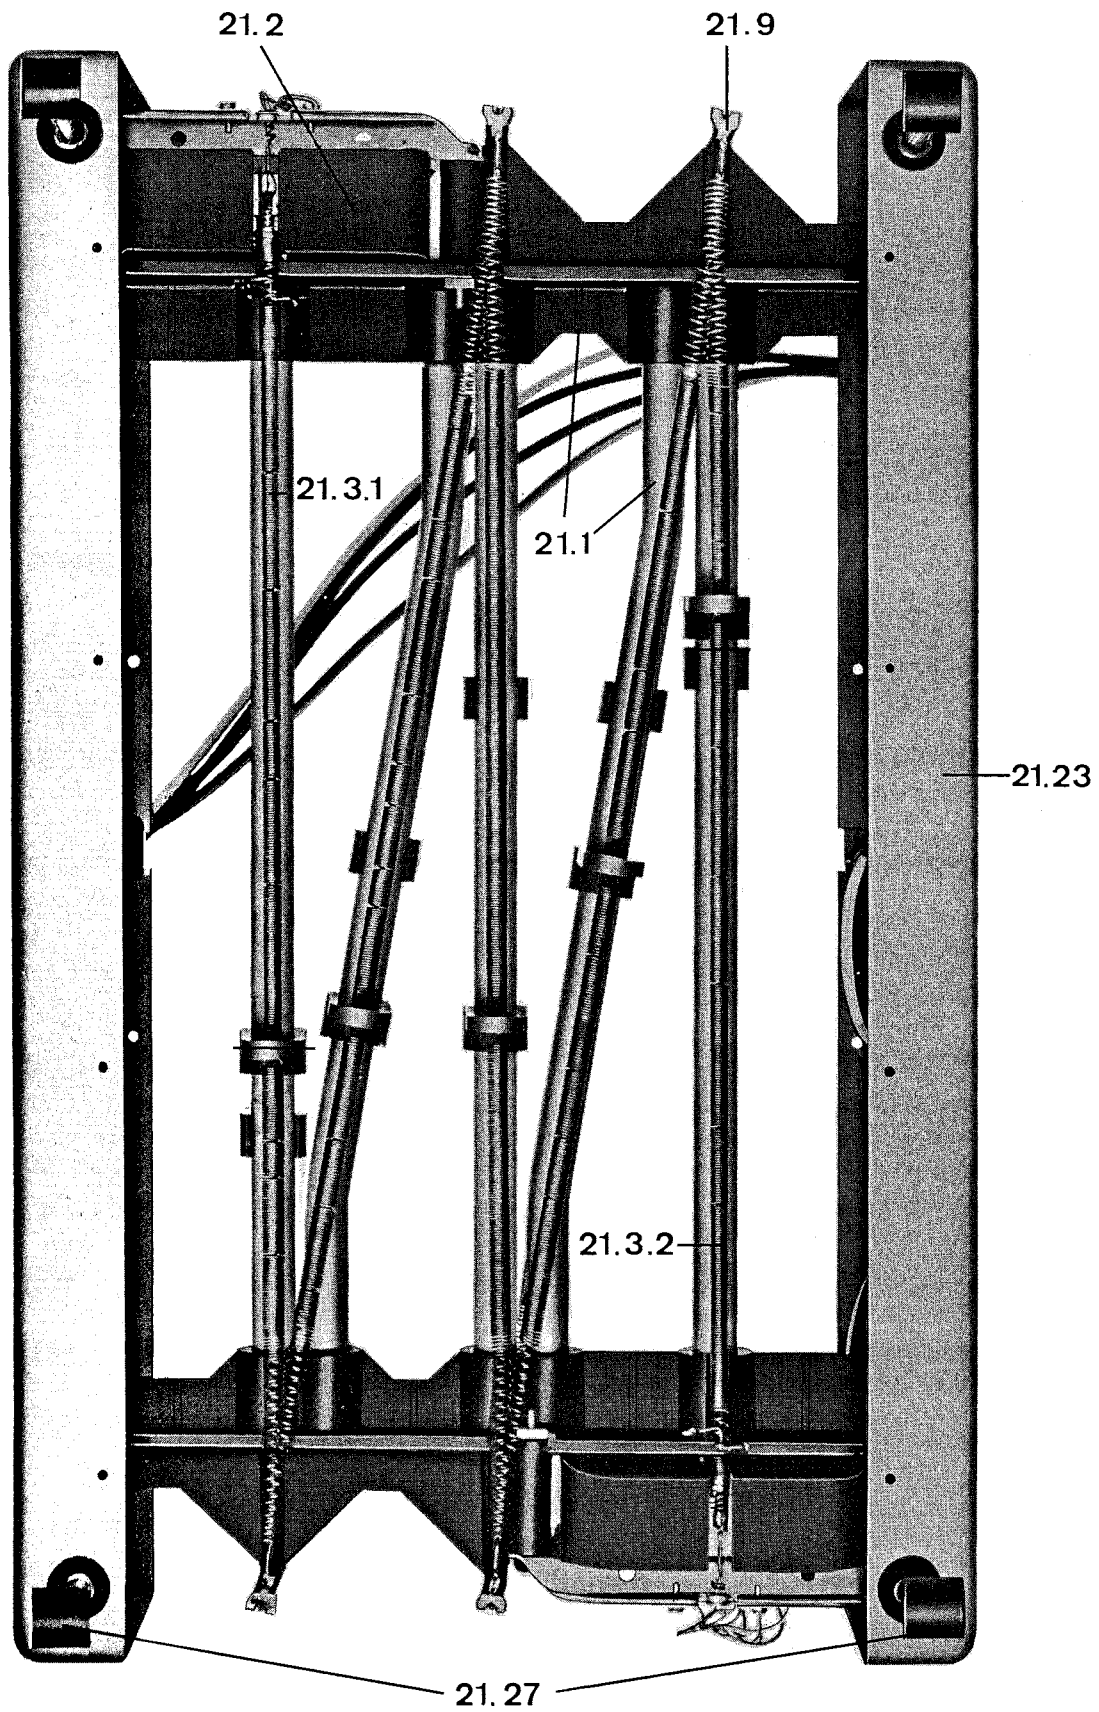

Abb.6
- 8.1.2 daß sich die ineinanderlaufenden Federn bei den Umlenkungen nicht berühren (siehe Abb. 6).
- 8.1.2 the individual springs should not touch each other at the deviation points (see fig. 6).
8.2.5 Federende abzwicken (siehe Trennungsstrich Abb. 6)
8.2.5 Cut the springs at the shown position (see cutting advice in fig. 6)